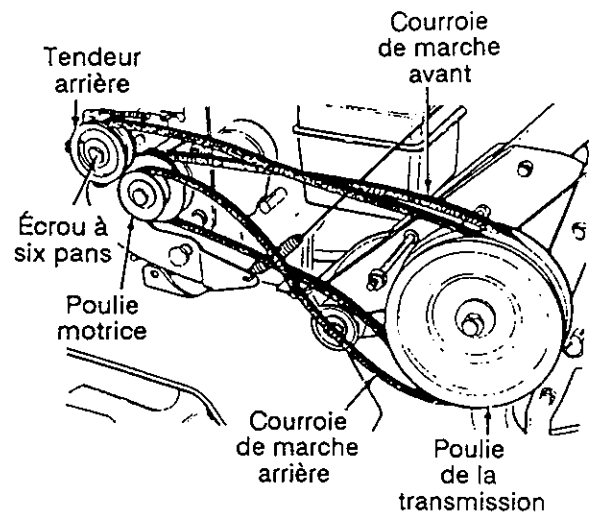

FIGURE 17
3. Dégagez la courroie de la poulie transmission et la poulie motrice. Voir la figure 17.
4. Enlevez l'écrou à six pans qui retient le tendeur de marche arrière sur le support du tendeur. Voir la figure 17. Faites glisser le tendeur et enlevez la courroie.
2. Dégagez la courroie de la poulie transmission et la poulie motrice. Voir la figure 17.
3. Utilisez une clé de 9/16es de po pour enlever le boulon de la poulie motrice. Voir la figure 17.
4. Poussez le support du tendeur de marche arrière vers l'avant et démontez la poulie motrice et la courroie. Voir la figure 17.